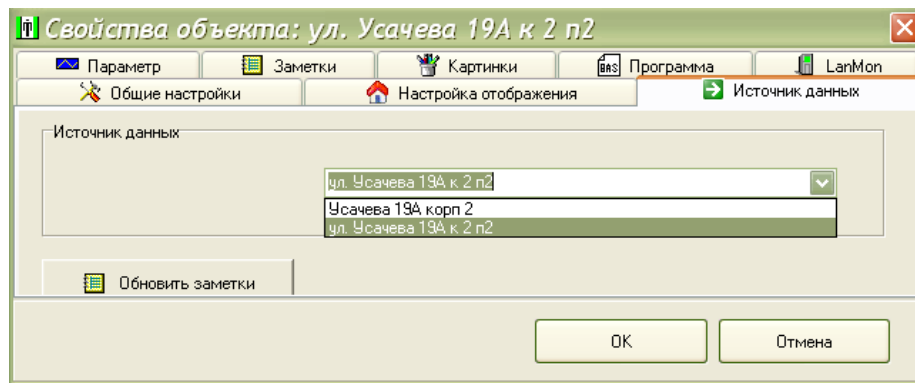

Рисунок 26
4) На вкладке «Источник данных» выбрать из списка источник данных, т.е. блок БДК-Л-3М2-УКЛ, БДК-Л-4М2-УКЛ, подключенный к этому лифту УКЛ (рисунок 26).